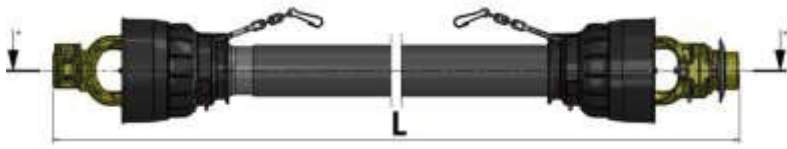

Figura 13- Longitud total del eje de la toma de fuerza en posición cerrada.
Por ejemplo; si la distancia entre el eje de la TDF y la caja de cambios de la máquina es de 1100 mm, y la distancia (L) entre el perno derecho e izquierdo del eje de la TDF es de 1200 mm (consulte la Figura 13); la cantidad a cortar de ambas mitades del eje de la TDF es de 100 mm. (No olvide que esto puede parecer que el eje ha sido acortado en 20 mm, pero cuando las dos mitades se vuelven a unir, ¡esto se convierte en 100 mm! (Figura 14.a, 14.b y 14.c.)